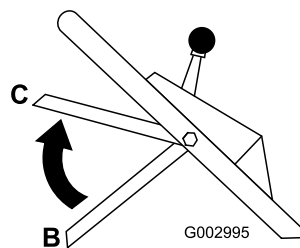

Figura 20
4. Levante la barra de control hasta la posición central, unas 12,7 cm (5 pulg.) por debajo del travesaño del manillar (Posición C en Figura 20).
5. Suelte la barra de control de la cuchilla (Posición B en Figura 20).